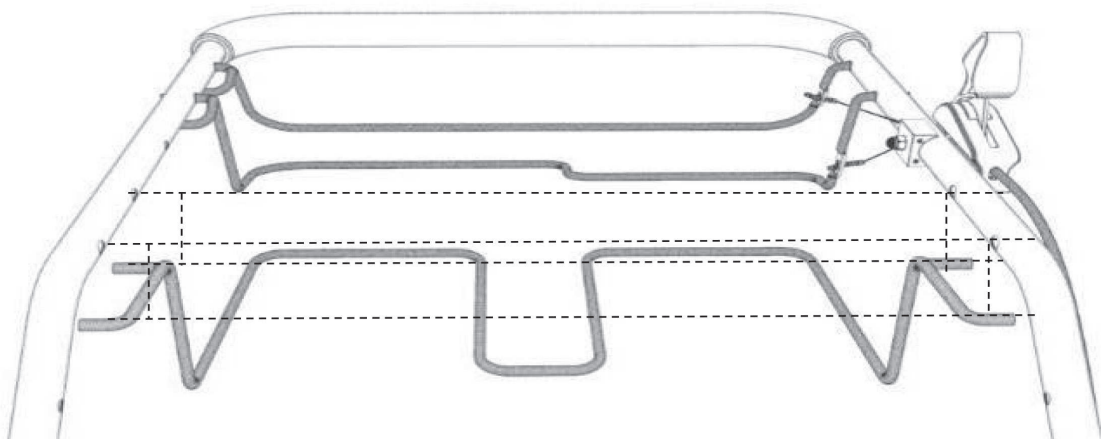

Рис. 10
- Вставьте левый и правый концы кронштейна для крепления мешка для сбора мусора в соответствующие четыре отверстия на верхней части рукоятки (рис. 10)